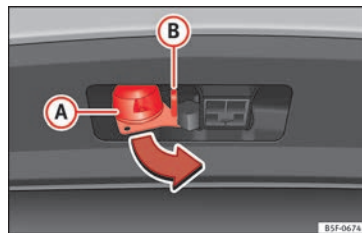

Bild 234 Vrid på 13-stiftskontakten.
- Ta tag i 13-stiftskontakten i området **(A)** och ta bort den i pilens riktning » **bild 234**
- Ta tag i 13-stiftskontakten i området **(A)** och för in den i pilens motsatta riktning » **bild 234**
Säkerhetsögla **(B)** » **bild 234** används för att fästa släpets säkerhetsvajer.